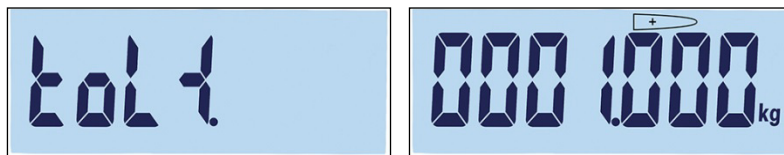

Figure 3-49 : Écrans Étiquette de tolérance positive et Réglage
- La tolérance positive (Tol +) est modifiée sur l'écran suivant (Figure 3-49). Une fois la valeur définie, appuyez sur  pour passer à l'étape suivante.